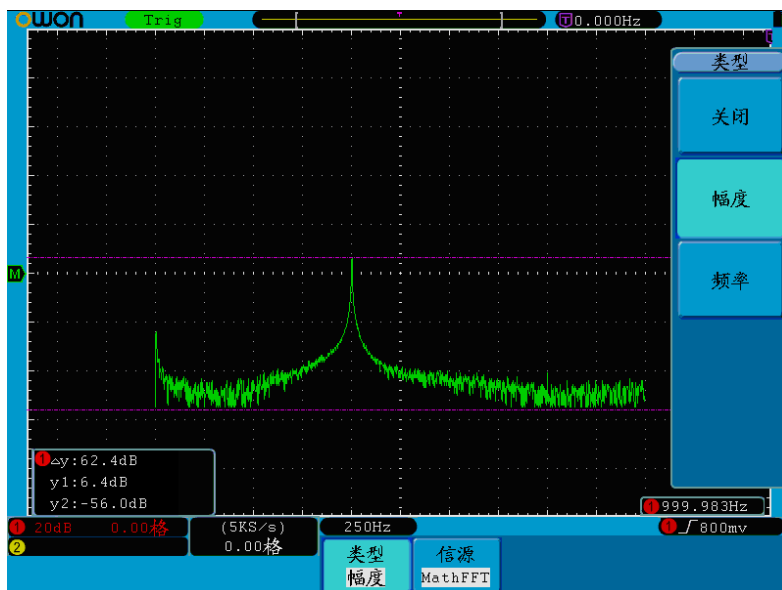

图 5-77: FFT 模式下幅度光标测量波形
3. 根据被测波形，分别转动两个通道的 **垂直位置** 旋钮调整**光标1**、**光标2**的位置，位于波形左下方的光标增量窗口显示光标1和光标2幅度差值的绝对值及两光标当前的位置。见图 5-77：